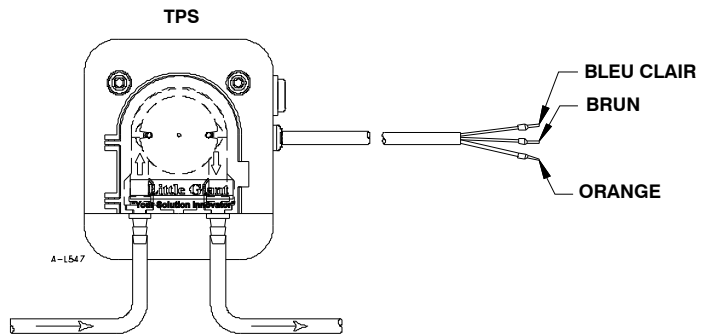

FIGURE 3
**Séries TPS** (signal de compression ou de refroidissement) - Raccorder le fil brun à la phase principale (ligne), le fil bleu à la phase neutre (commun). Ne pas connecter la pompe à une ligne commutée. Toujours fournir de l'électricité sur cette ligne. Connecter le fil orange au compresseur ou au signal de refroidissement (Voir la figure 3). Lorsque le compresseur s'enclenche, une tension d'alimentation de 230 volts est émise pour la mise sous tension de la pompe. L'arrêt du compresseur n'arrête pas la pompe. La pompe est programmée pour continuer à fonctionner pendant cinq minutes afin de recueillir tout résidu de condensat avant de s'arrêter.